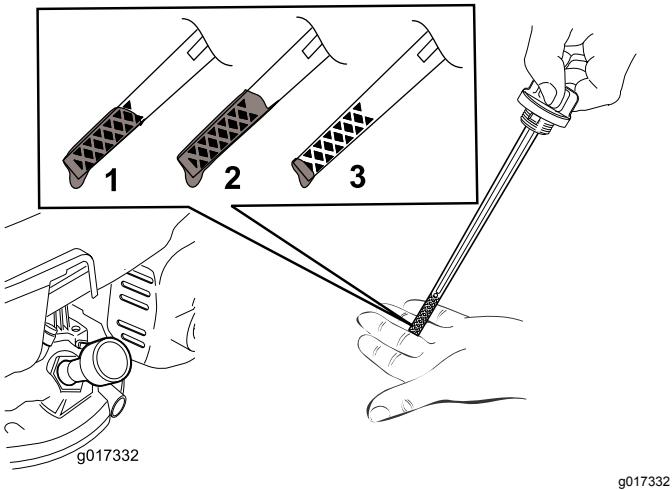

Рисунок 12
5. Для того, чтобы правильно определить уровень масла на масломерном щупе, см. Рисунок 12.
**Примечание:** Заливайте масло в картер двигателя до достижения требуемого уровня по масломерному щупу как показано на Рисунок 12. В случае перелива слейте некоторое количество масла из двигателя, как описано в Замена масла в двигателе (страница 19).